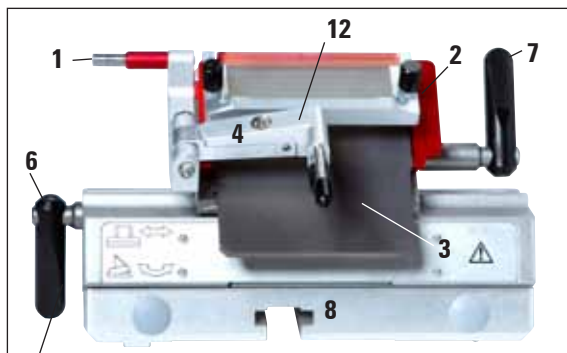
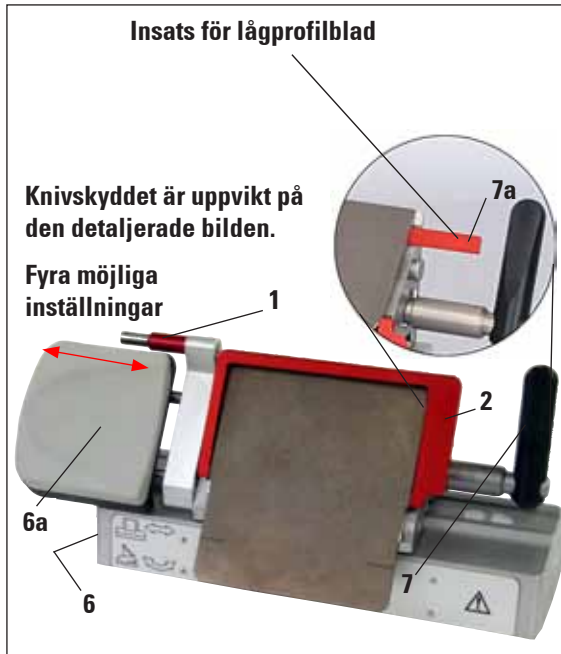

Fig. 12
Fig. 14
- Bladejektor (1) och knivskydd (2)
- Justering av släppningsvinkel (5) med 4 mm insexnyckel (se detaljbild, till vänster om blad-hållare) – rekommenderad vinkel från 2° till 5°
- Spak (6) för sidledes förflyttning
- Spak (7) för fastspänning av bladet
- Insats för lågprofilblad (7a, fig. 14) för insättning i premiubladhållare
- Släppningsvinkeljustering med 4 mm insexnyckel (se 5, fig. 12, till vänster om bladhållare) – rekommenderad vinkel från 2° till 5°
- Spak (6) för sidledes förflyttning (ska peka nedåt för att tillåta fingerstödet ska kunna röra sig obehindrat)
- Insats för lågprofilblad (7a, fig. 14) för insättning i premiumbladhållare
1. Frigör segmentbågen (1) från fästet genom att lossa skruven över justeringen till släppningsvinkeln (2) med en 4 mm insexnyckel och ta bort segmentbågen (1) från bladhallarfästet.
2. Vik antirullningssystemet (3) åt vänster med hjälp av spaken (4).
3. Öppna spännsaken (5) genom att vrida den moturs.
4. Håll i tryckplattan (6) och avlägsna skruven (7).
5. Därefter kan tryckplattan (6) tas bort för rengöring (med alkohol).
6. Om du vill ta bort den övre delen (8) från segmentbågen (2) kan du släppa bladhallarens spännsak (6, fig. 12) genom att rotera den medurs och dra ut den. Bladhållaren kan då flyttas i sidled tills den glider ut ur segmentbågen.